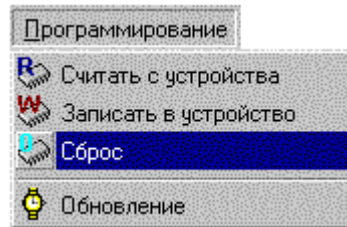

Рис. 4.35. Панель меню «Программирование»
- или выбрать пункт главного меню «Программирование\ Сброс», для чего наложить указатель мыши на пункт меню «Программирование» и нажать левую клавишу мыши. Откроется панель меню «Программирование» (рис. 4.35). Для этого можно нажать сочетание клавиш «Alt + Ф».